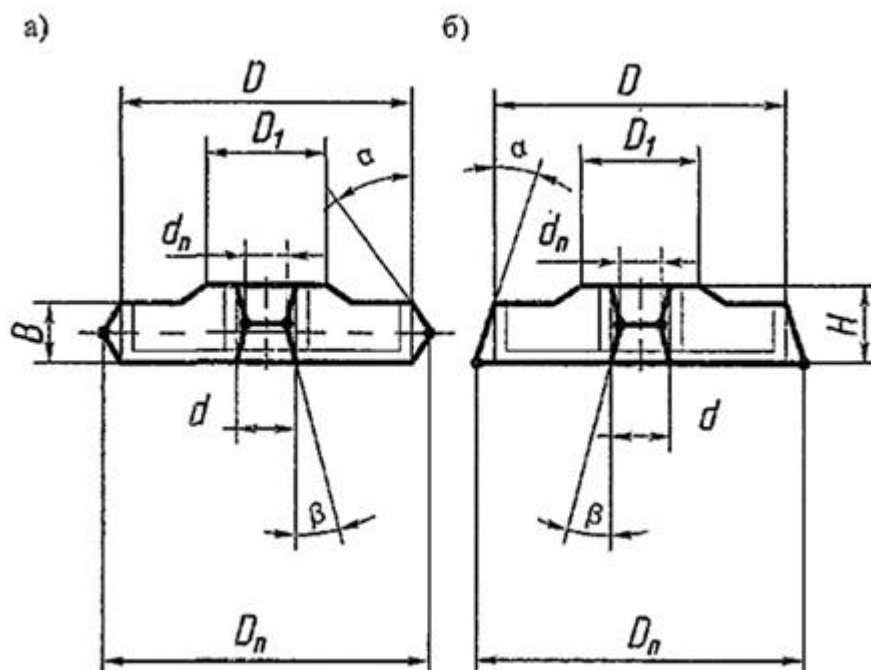

Рисунок 3 – Штамповочные уклоны и размеры поковок:
7. Назначить штамповочные уклоны и определить размеры поковки. Штамповочные уклоны назначают на все поверхности, расположенные параллельно направлению движения деформирующего инструмента (рисунок 3). В полости разъёма штампа образуются новые размеры $D_{п}$ и $d_{п}$, характеризующие наибольший и наименьший внутренний диаметры поковки. Для молотов внешние (α) штамповочные уклоны принимают равными 7° , внутренние (β) – 10° ; для прессов внешние (α) штамповочные уклоны принимают равными 5° , внутренние (β) – 7° .